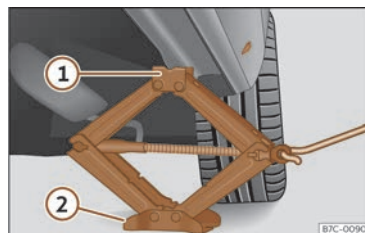

Fig. 250 Traversa: montarea cricului pe autovehicul.
- Răsturnați manivela cricului, amplasată sub punctul de ridicare pe cric, pentru a ridica până când canelura ① >>> fig. 250 ajunge sub punctul special prevăzut.
- Aliniați cricul astfel încât suportul ① să se „prindă” de carcasa prevăzută pe traversă și placa de bază mobilă ② să se așeze pe sol. Placa de bază ② trebuie să fie pe verticală față de punctul de sprijin ①.